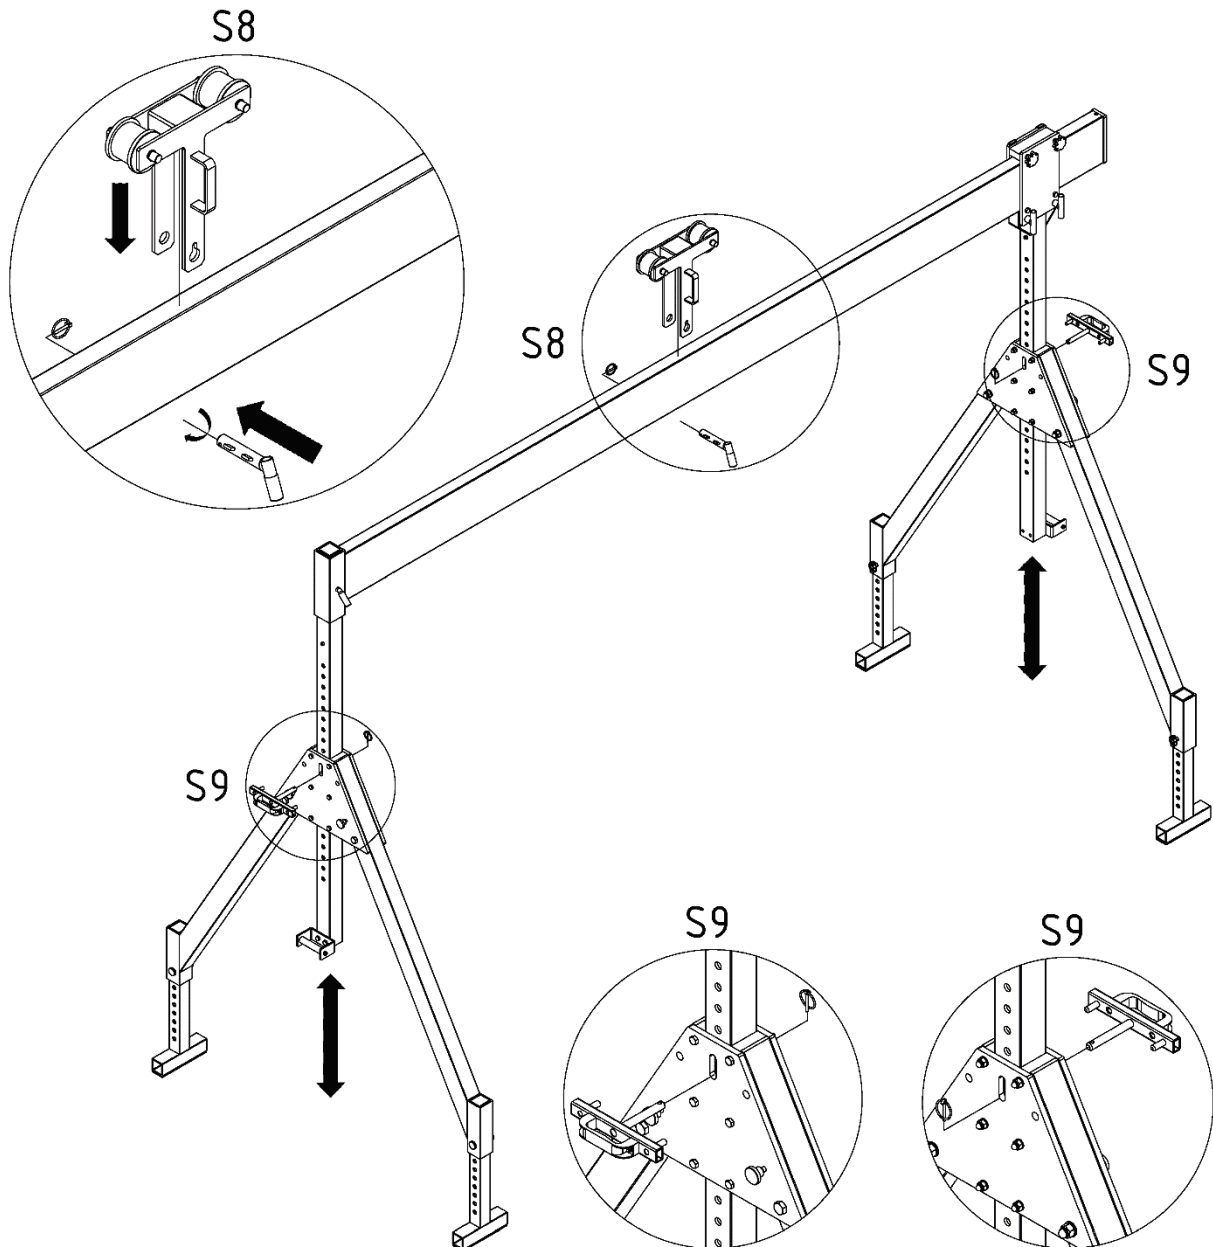

Fig. 4
7.5 Sett deretter løpekatten på aluminiumsbjelken som vist i fig. 4, og sett sokkelpinnen til løpekatten inn i den aktuelle føringen.